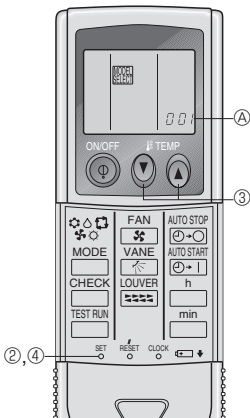

Fig. 6-8
1) Preparación inicial (Fig. 6-8)